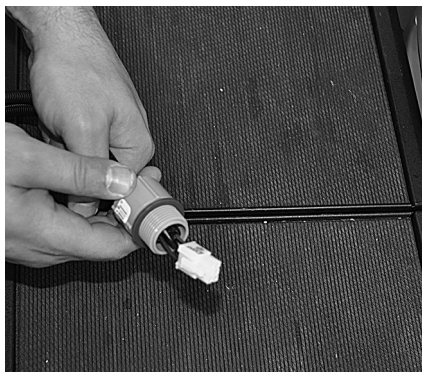

Figure 3-6. Passage du câblage dans le raccord
10. Passez le connecteur à six broches par le raccord en plastique et un joint vert. Voir la Figure 3-6.